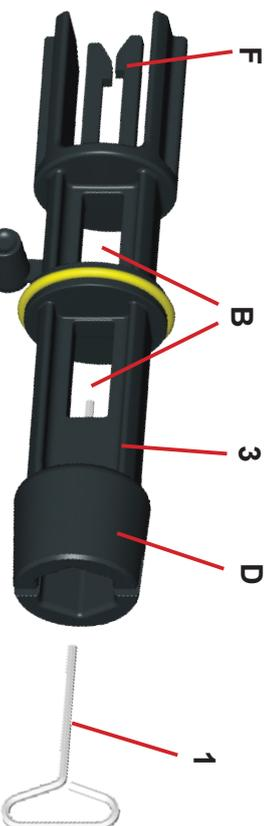

Abbildung 24
- 1 - Sechskantmetallschlüssel (Abb.24 - 1 )
- 2 - flacher Kunststoffschlüssel (Abb.24 - 2 )
- 3 - Kunststoffzylinderschlüssel (Abb.24 - 3 )
Der Schlüssel „1“ wird in das Ende „D“ von Schlüssel „3“ eingeführt. Beim ersten Gebrauch empfiehlt es sich, die beiden Kunststoffschlüssel „2“ und „3“ zu trennen, die mit einem Steg verbunden geliefert werden (Abb.24 - A):